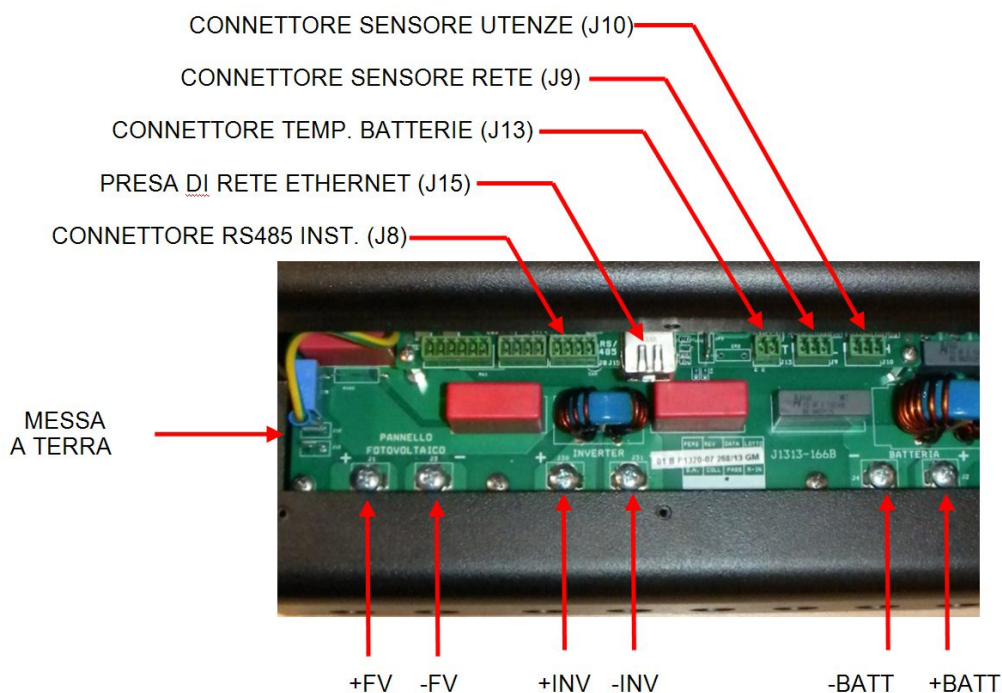

Figura 6 – Cablaggio scheda Solar Eclipse
- Collegare i cavi dei moduli fotovoltaici alla scheda (vedi Figura 6)
- Verificare che il il sezionatore batterie sia aperto (vedi Figura 6)
- Collegare i cavi del pacco batteria sulla scheda di Solar Eclipse (vedi Figura 6)
- Collegare i cavi dell'inverter alla scheda di Solar Eclipse (vedi Figura 6)
- Collegare il connettore del sensore rete alla scheda di Solar Eclipse (vedi Figura 6)
Collegare il cavo interfaccia USB/RS485 al pc e al Solar Eclipse vedi Figura 6 assicurandosi che il Solar Eclipse sia in stato di blocco (spia LED a sinistra lampeggiante).